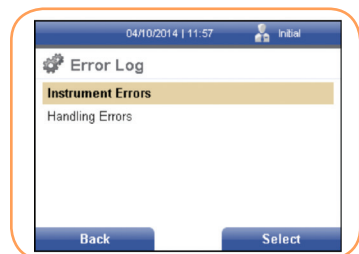

FIGURA 96
- Pulse la tecla programable derecha para seleccionarlo. Se muestra la pantalla Registro de errores (Figura 96).